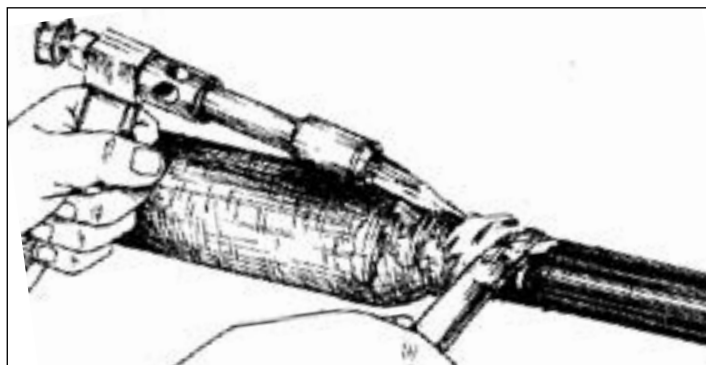

Рис. 4.30. - Нанесение клея-расплава КР-1 на торец свинцовой втулки и полиэтиленовую оболочку
**4.8.1.** На торец свинцовой втулки и полиэтиленовую оболочку по всей окружности наносят обильный слой клея-расплава КР-1 (Рис. 4.30).